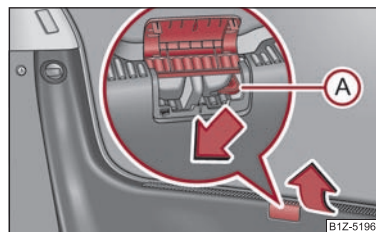

Fig. 30 Descuiera de urgență a capotei portbagajului
- Ridicați capacul de pe încuietorie ⇒ fig. 30.
- Cu ajutorul unui obiect subțire de exemplu a unei șurubelnițe, apăsați maneta (A) până la limită în sensul săgeții; capota portbagajului se descuie.